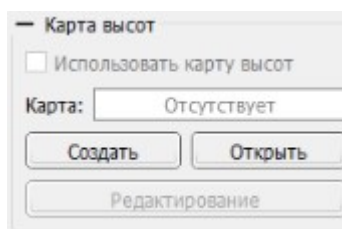

Рисунок 11: Панель *Карта высот*
Панель *Карта высот* показана на рис. 11. Чтобы панель стала доступной установите галочку *Карта высот* в разделе *Панели меню Сервис* → *Настройки*.
- 9) Чтобы использовать построенную карту высот при выполнении программы G-кода, на панели рис. 11 нажмите кнопку *Редактирование* для выхода из режима построения карты и поставьте галочку *Использовать карту высот*.
- 10) При необходимости сохраните построенную карту высот, нажав кнопку *Создать* на панели рис. 11.
- 2) На панели рис. 11 нажмите кнопку *Открыть* и выберите требуемый файл карты высот.